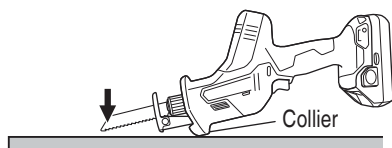

Fig. 24
- Appuyez le socle contre le matériau, en gardant la pointe de la lame éloignée du matériau lorsque vous appuyez sur la gâchette. (Fig. 24).